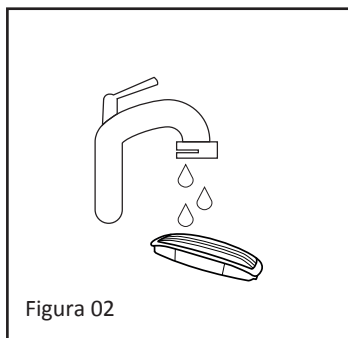

Figura 02
- 3- A limpeza do filtro de ar deve ser realizada com água corrente (Figura 02);